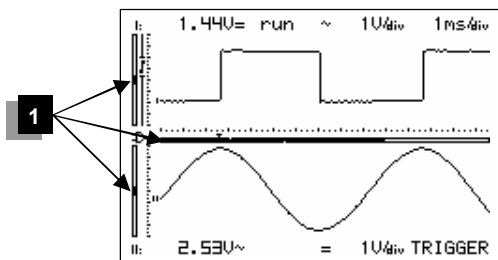

Fig 39
Premere il tasto 'Move', quindi i tasti freccia per spostare la traccia nella direzione del tasto freccia premuto. Mantenendo premuto il tasto freccia, la posizione X o Y cambia velocemente. Una barra nera (1) indica la posizione relativa del segnale sul display, da fig. 39 a 41.
Druk eerst op de „move“-toets vóór men de pijl-toetsen indrukt voor het verschuiven van van het signaal in de richting van de pijlen. Langdurig indrukken zal de X of Y-positie sneller verschuiven. Een zwarte schuifbalk (1) duidt de relatieve positie van het signaal op het scherm, zie fig. 39 tot 41
Enfoncez d'abord la touche "move" avant d'utiliser les curseurs fléchés pour déplacer le signal dans la direction voulue. Maintenez la touche enfoncée pour déplacer rapidement la position Y. Une barre noire (1) indique la position relative du signal dans l'exemple de fenêtre. (Fig.39 à 41)
Drücken Sie zuerst die „move“ Taste, bevor Sie die Pfeiltasten drücken. Das Signal wird in Richtung der gedrückten Taste verschoben. Langes Drücken sorgt für ein schnelleres Verschieben der Y-Position. Ein schwarzer Rollbalken (1) zeigt die relative Position des Signals im schirm (Abb. 39 bis 41).